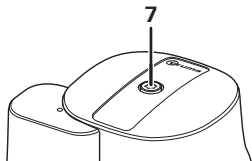
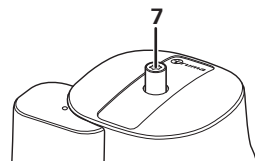

Bild 2a
Bild 2b
Der Crashsensor verfügt über einen Resetknopf, dessen Stellung Auskunft über seinen Status gibt: Stellung „betriebsbereit“ (Bild 2a) oder Stellung „nicht betriebsbereit“ (Bild 2b).
Zum Zurücksetzen den gelben Resetknopf (7) kräftig drücken, leicht im Uhrzeigersinn drehen und 5 Sekunden lang halten und sicherstellen, dass er in der Stellung „betriebsbereit“ (Bild 2a) bleibt.
- Das Auslöseelement des Crashsensors (9) so weit hineindrücken, dass der gelbe Resetknopf (7) herauspringt, so dass der Crashsensor in Stellung „nicht betriebsbereit“ (Bild 2b) ist.
- Schraubkappe (10) des Prüfanschlusses abschrauben und Prüfpumpe mit Prüfschlauch an den Prüfanschluss anschließen.
- Den gelben Resetknopf (7) drücken, leicht im Uhrzeigersinn drehen und 5 Sekunden halten und sicherstellen, dass er in der Stellung „betriebsbereit“ bleibt (siehe Bild 2a).
- Die Schraubkappe (10) nach jedem Entfernen unbedingt wieder anbringen.